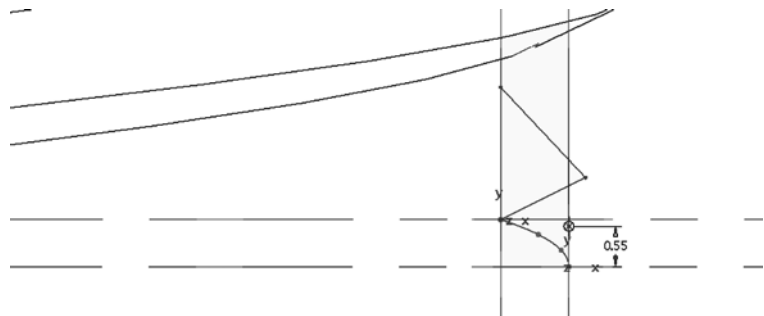

图 13-98 创建点作为终止剖面
- 8 单击“草绘视图”按钮后，在“草绘”面板中单击“点”按钮，在如图 13-98 所示的位置处绘制一个点，单击“确定”按钮。该剖面也不旋转。